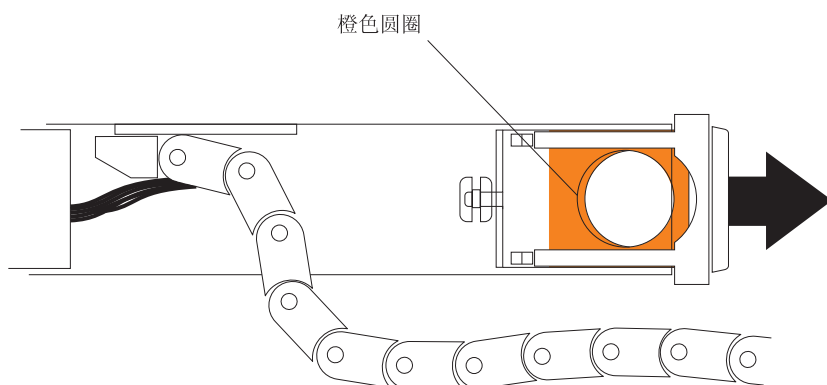

图 87. 连接到驱动器抽屉的水平安装支架
- d. 从驱动器抽屉断开右侧电缆链安装支架的连接。握住橙色手柄（请参阅图 87），然后将安装支架从驱动器机柜中完全拉出。卸下右侧电缆链。